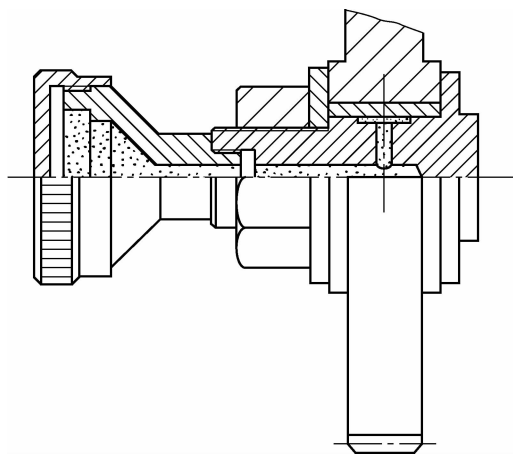

图 1-6 黄油杯润滑
(5)黄油杯润滑,如图 1-6 所示。润滑交换齿轮箱挂轮中间轴处,每周将油脂杯加满,每天将杯盖旋进一次(半圈)。